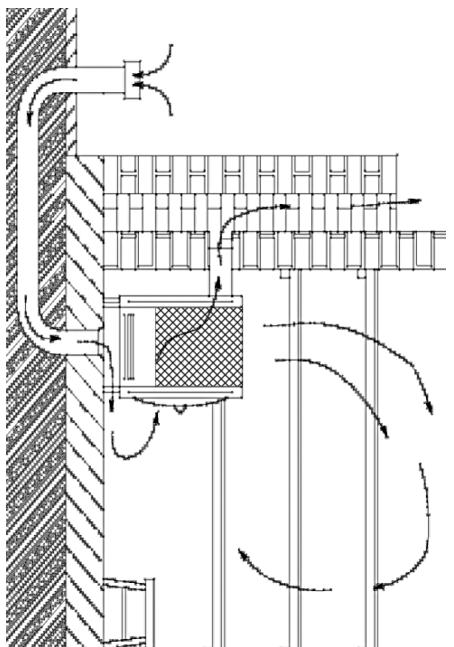

Рис. 1 Выведение воздушного канала под каменку
**Обязательное значение имеет наличие воздушного канала с другого помещения под каменку в сауне.** Иначе, в сауне Вам будет тяжело дышать без дополнительной подачи кислорода, и его циркуляции через вытяжные каналы (см. рис. 1).
**Помещение под каменку в сауне.** Иначе, в сауне Вам будет тяжело дышать без дополнительной подачи кислорода, и его циркуляции через вытяжные каналы (см. рис. 1).